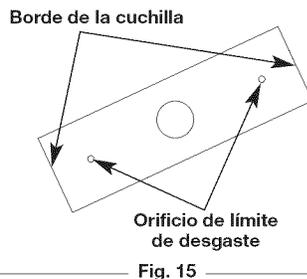

Fig. 15
- Revise el estado de la cuchilla. A medida que se desgasta se pone más pequeña, por consiguiente, se reduce el rendimiento de la profundidad de corte. Reemplácela con una cuchilla nueva cuando la cuchilla se haya desgastado hasta los orificios de límite de desgaste de la cuchilla (Fig. 15).